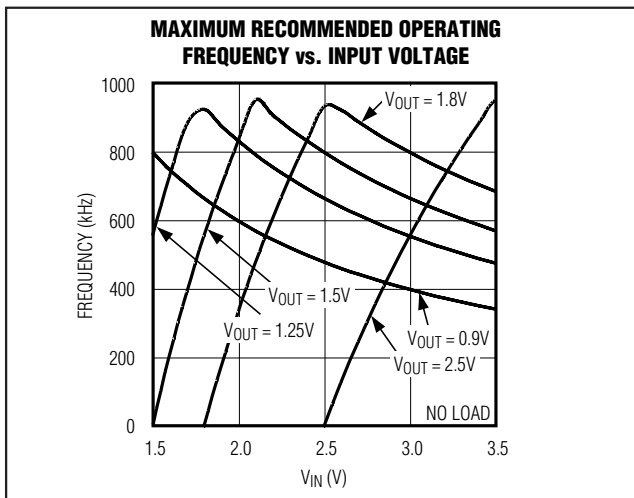

図6. 最大動作周波数対入力電圧
- 1) 所望のPWMモードスイッチング周波数を選択してください。最大動作周波数については、図6を参照してください。